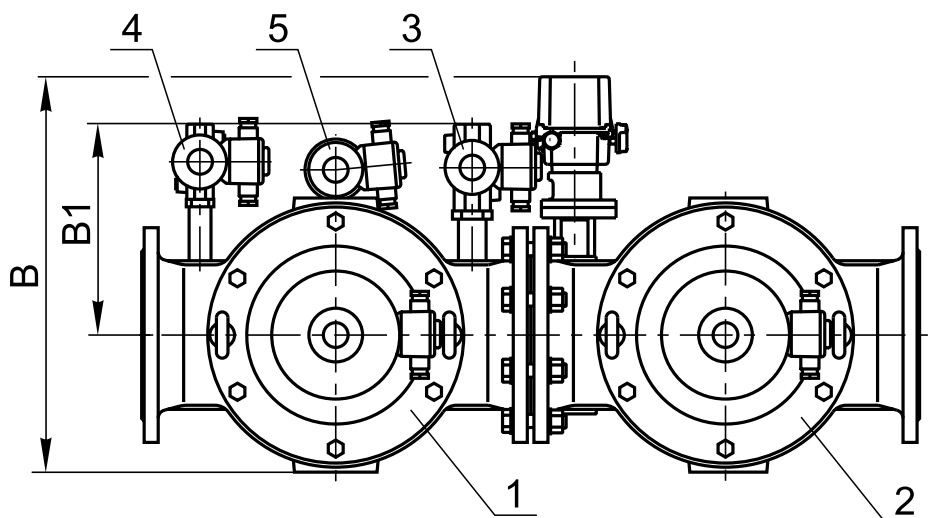

Рис. 23-27
Клапаны свечи безопасности и запальной горелки могут располагаться справа по ходу газа (рис. 23-26) или слева (рис. 23-27).
** Для левого исполнения блоков (рис. 23-27).